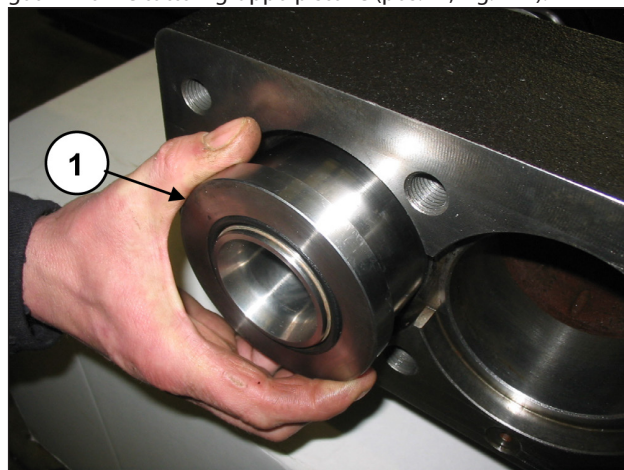

Fig. 142
Ruotando l'albero, fare avanzare il guida pistone in modo che il tampone, avanzando a sua volta, possa espellere il supporto guarnizioni e tutto il gruppo pistone (pos. ①, Fig. 142).